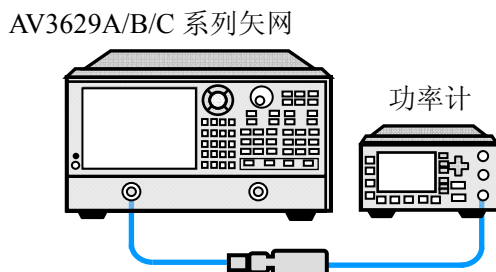

图 14-4 测试端口输出功率测试框图
- a) 系统预热 60 分钟以上，按图 14-4 所示连接系统；